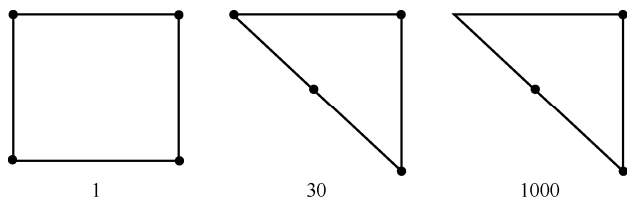

图 3-64 六面体网格的雅克比比率
- ◇ 六面体单元的雅克比比率：所有边都相互平行，在任何边上的中间节点都位于两个角点的中间位置，雅克比比率为 1，如图 3-64 所示。